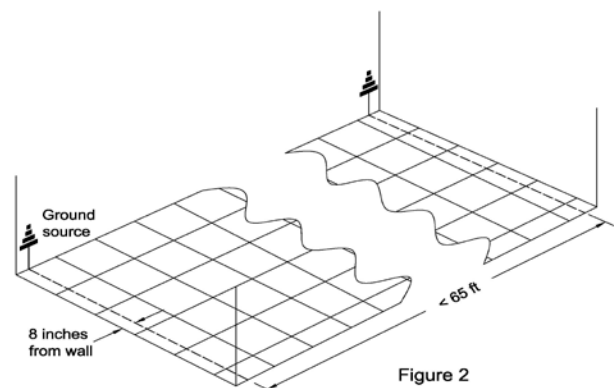

Figure 2
- c. Une bande de mise à la terre en cuivre doit être placée en travers de la largeur la plus courte de la zone à environ 20,3 cm (8 po) du mur. Les bandes de mise à la terre en cuivre doivent se prolonger jusqu'au mur et vers une mise à la terre connue, tel qu'illustré à la Fig. 2.